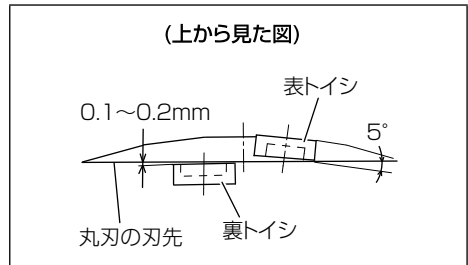

図 35-2
- (2) 丸刃を上から見た場合 (図 35-2 参照) のトイシの角度は、ベースシャフト下部の② M6 ボルト (2 個) をゆるめると、表トイシ、裏トイシを別々に調整できます。
- (3) 表トイシは図 35-2 のように 5° 位傾けて、丸刃の刃先に片側だけ当ててください。